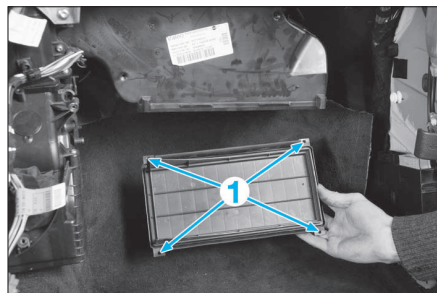

FIG. 2
- Déposer les vis de fixation (1) du couvercle de boîtier de filtre à air d'habitacle (Fig.2).